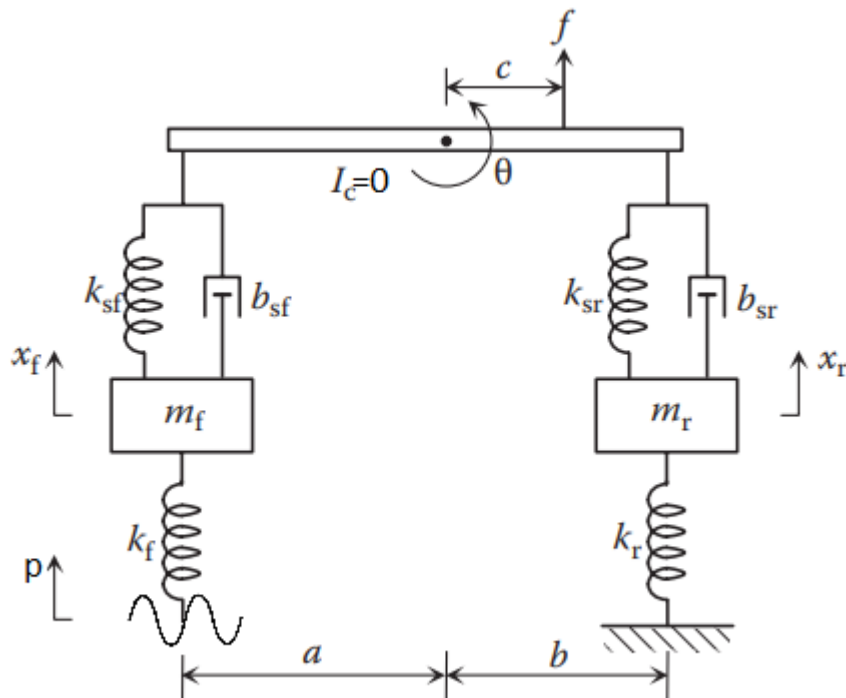

Figura 1 Masa-Resorte-Amortiguador
- Obtenga la representación en variables de estado de la planta física expuesta en la Figura 1, donde la fuerza es la entrada (señal de control) del sistema y la salida corresponde a la posición angular de la barra superior $\theta(t)$, los demás valores deben ser escogidos por cada equipo de trabajo.